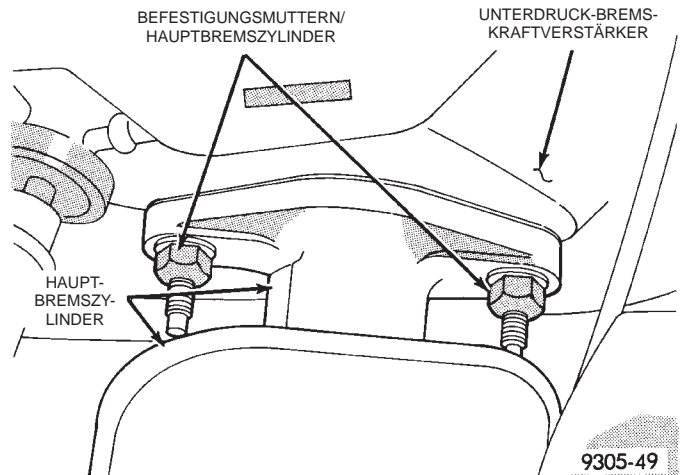

Abb. 51 Montage des Hauptbremszylinders
(1) Den Kabelbaumsteckverbinder des Fühlers/Bremsflüssigkeitsstand an der Seite des Vorratsbehälters/Hauptbremszylinder abziehen.
(2) Primär- und Sekundärbremsleitungen vom Gehäuse des Hauptbremszylinders lösen. Auslassöffnungen für Bremsleitungen mit Verschlusskappen verschließen.
(3) Die 2 Muttern lösen (Abb. 51) mit denen der Hauptbremszylinder am Unterdruckbremskraftverstärker befestigt ist.
(1) Hauptbremszylinder auf die Stehbolzen am Bremskraftverstärker setzen und dabei die Kolbenstange am Bremskraftverstärker auf den Kolben des Hauptbremszylinders ausrichten.
(2) Die Befestigungsmuttern zur Befestigung des Hauptbremszylinders ansetzen (Abb. 51). Die Muttern mit einem Anzugsmoment von 28 N·m (250 in. lbs.) festziehen.
(3) Bremsleitungen an die Primär- und Sekundäranschlüsse am Hauptbremszylinder anschließen. Dann alle Anschlüsse mit einem Anzugsmoment von 17 N·m (145 in. lbs.) festziehen.
(4) Fühler/Bremsflüssigkeitsstand wieder anschließen.